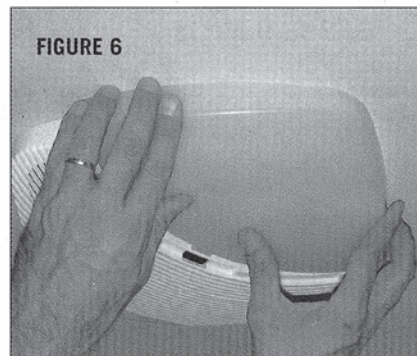

FIGURE 6
10. Install A-19, 100W maximum bulb then slide lens into place by aligning tabs on lens with slots on grille. Slide lens until latch is secure in grille. (Fig. 6)
10. Instale un bombillo A-19, de un máximo de 100v y luego deslice las cubiertas plásticas hasta que esté en su sitio alineando las lengüetas con las muescas en la rejilla. (Fig. 6)
10. Visser une ampoule A-19 (100 watts maximum) puis positionner la lentille en alignant les pattes sur les fentes de la grille. Faire glisser la lentille jusqu'à ce que le loquet soit bien fixé à la grille (Fig. 6)